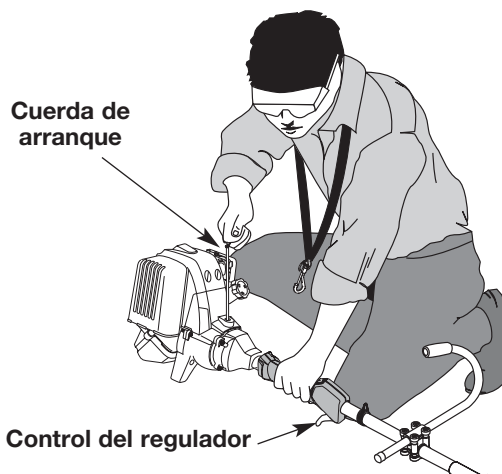

Fig. 21
**ADVERTENCIA:** Evite los arranques accidentales. Colóquese en posición de inicio cuando tire de la cuerda de arranque (Fig. 21). El operador y la unidad deben estar en una posición estable al arrancar la unidad para evitar graves lesiones personales. Compruebe que cualquier complemento usado se instale correctamente y que esté seguro, antes de poner en marcha la unidad.
4. Soporte en la posición de arranque y **no apriete el control de regulador** (Fig. 21). Tire bruscamente del cordón de arranque hasta 5 a 10 veces.